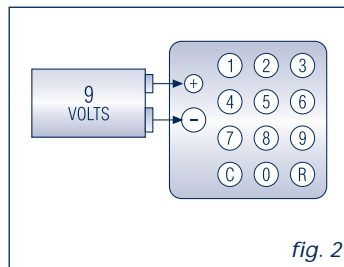

fig. 2
1. Appoggiare la batteria da 9 Volts 6LR61 (Fig. 2) rispettando la polarità.